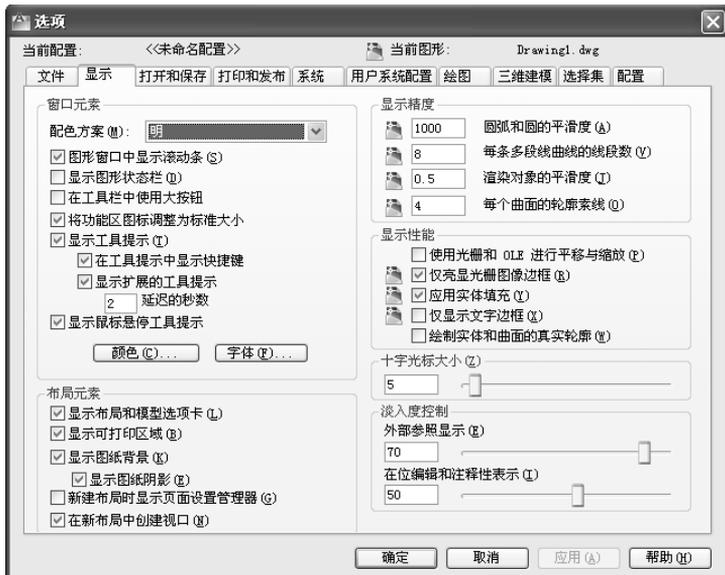

图 1-30 “选项”对话框——“显示”选项卡
选择下拉菜单“工具”|“选项…”命令，系统将打开如图 1-30 所示的“选项”对话框。该对话框中有“文件”“显示”“打开和保存”“打印和发布”“系统”“用户系统配置”“绘图”“三维建模”“选择集”和“配置”等选项卡，用户可以根据需要改变系统配置。
(1) 改变图形窗口的颜色。图形窗口的默认颜色为黑色，用户根据需要可以改变其颜色。改变方法是单击图 1-30 中“窗口元素”区的“颜色 (C) …”按钮，系统将弹出“图形窗口颜色”对话框，用户可在该对话框中选择合适的颜色。
(2) 改变命令提示行的字体。用户根据需要可以改变命令提示行的字体。改变方法是单击图 1-30 中“窗口元素”区的“字体 (F) …”按钮，系统将弹出“命令行窗口字体”对话框，用户可在该对话框中选择合适的字体。
(3) 十字光标大小的设置。在图 1-30 中将“十字光标大小”选项下面的数字框中的数字 (图中为 5) 改变即可，或单击左键并按住不放，拖动数字框右边的滑动按钮 (拖动过程中数字框中的数字也同时变化) 以改变十字光标的大小。